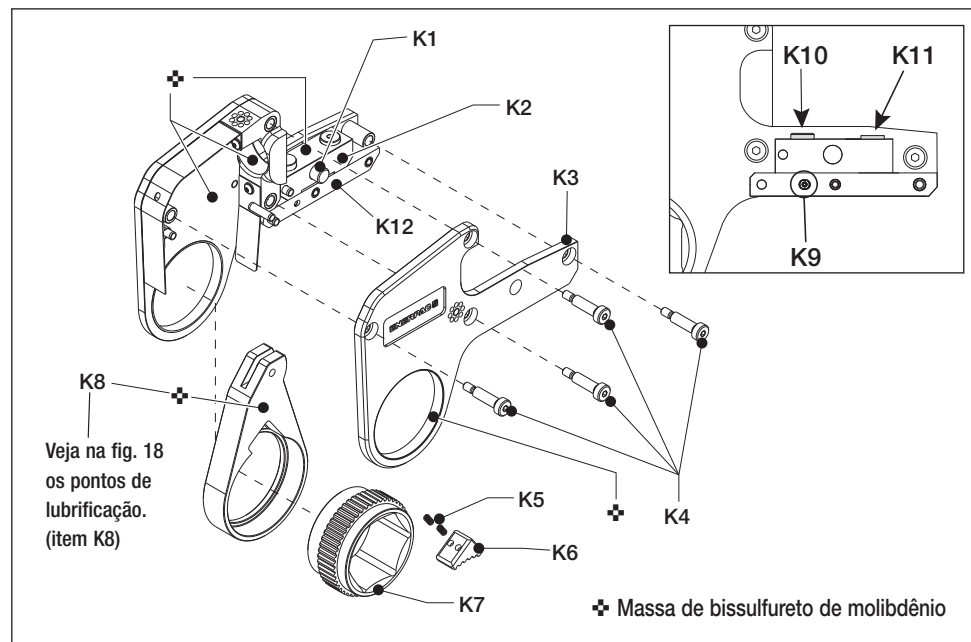

Fig. 16
5.4 Manutenção preventiva - cassette (fig. 16 e 18)
5.5 Manutenção completa - cassette (fig. 16, 18 e 19)